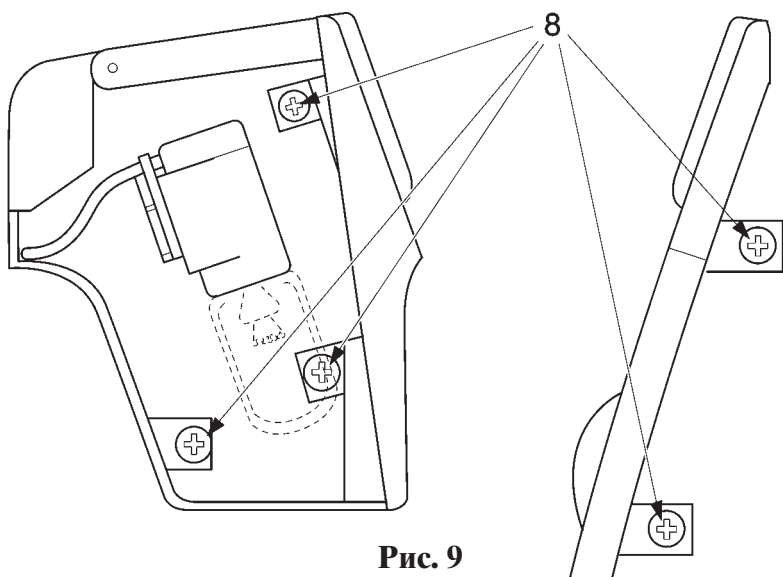

Рис. 9
- Выверните четыре винта 8 крепления передней панели корпуса (рис. 9).